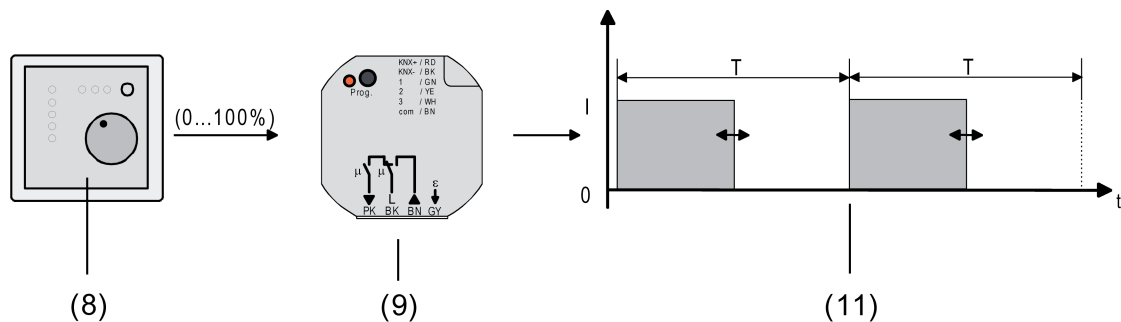

Bild 41: Stellgrößenprinzip bei stetiger Stellgröße
- (8) Raumtemperurregler (RTR) (Stellgröße "1 Bit")
- (9) Jalousie- und Heizungsaktor
- (10) Schaltendes Ausgangssignal für Ventilantriebe
Das über das 1 Byte Objekt "Stellgröße" empfangene Werttelegramm wird im Normalbetrieb durch das Gerät in ein äquivalentes pulswidenmoduliertes Schaltsignal an den Ventilausgängen umgesetzt (Bild 41). Der aus dieser Modulation resultierende Mittelwert des Ausgangssignals ist unter Berücksichtigung der im Gerät einstellbaren Zykluszeit (T) ein Maß für die gemittelte Ventilstellung des Stellventils und somit eine Referenz für die eingestellte Raumtemperatur (siehe "Pulsweitenmodulation bei stetigen Stellgrößen und stetigen Soll-Ventilpositionen").